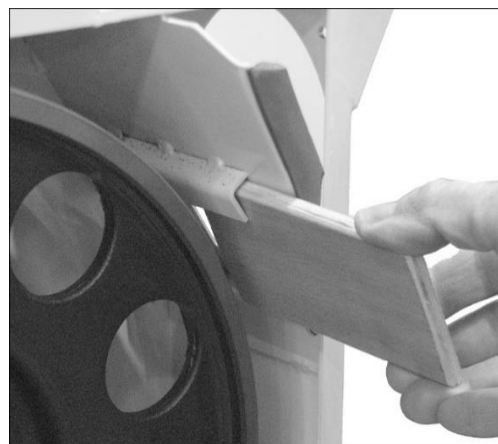

Рис. 5a
- Откройте нижнюю дверцу и проденьте деревянный вкладыш, пока он не коснется кромки полотна (см Рис. 5a).